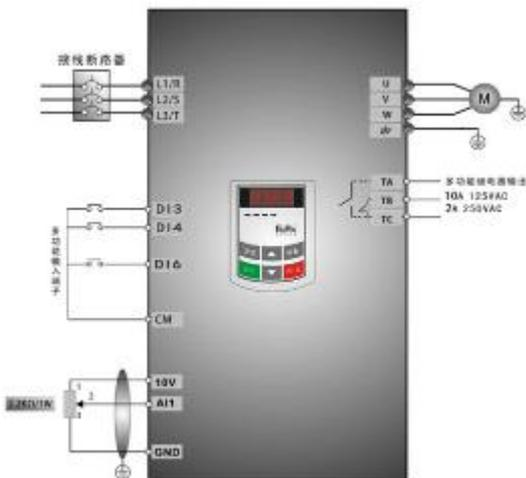

图 5-9 接线图 3
(1) 按图 5-9 接线，检查接线正确后，合上空气开关，变频器上电。注意：外部模拟信号设定电位器可选择 2K~5K 电位器。对于精度要求高的场合请选用精密多圈电位器，接线使用屏蔽线，屏蔽层近端可靠接地。